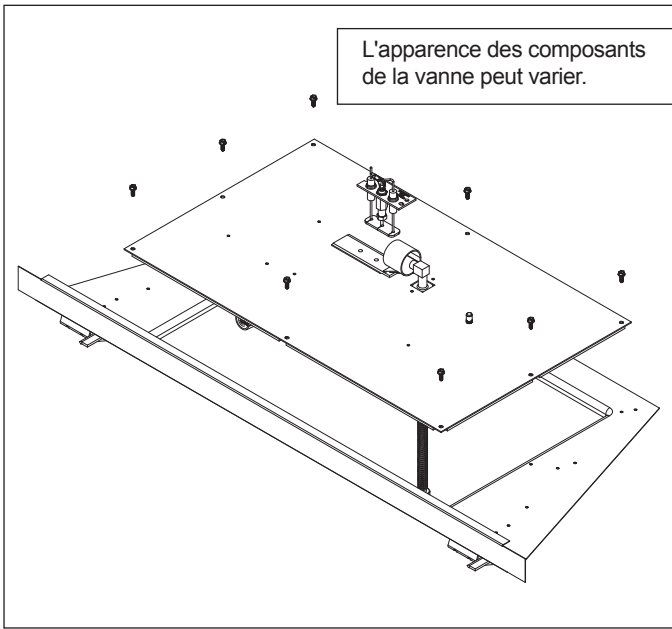

Figure 4.7 Assemblage de la vanne
6. Voir la figure 4.7 pour le retrait de la vanne.